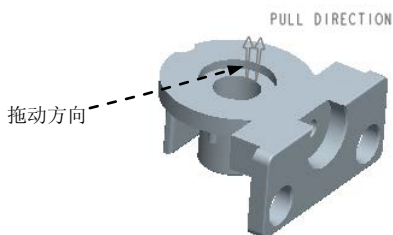

图 14.3 调整模具坐标系后
(3) 旋转坐标系。在“参考模型方向”对话框的轴区域中选择 Y 轴作为旋转轴,在角度:文本框中输入数值 90。
(4) 在“参考模型方向”对话框中单击 **确定** 按钮;在“布局”对话框中单击 **确定** 按钮;在 **CAV LAYOUT (型腔布置)** 菜单中单击 **Done/Return (完成/返回)** 命令,完成坐标系的调整,结果如图 14.3 所示。